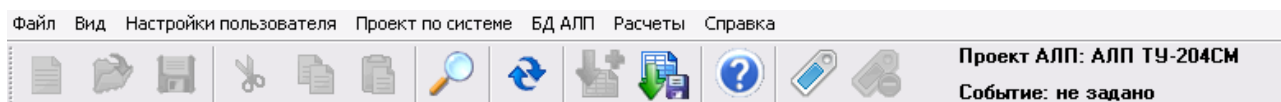

Рис. 21-8
- На панели инструментов нажмите на кнопку **Выбрать событие**  (рис. 21-8).